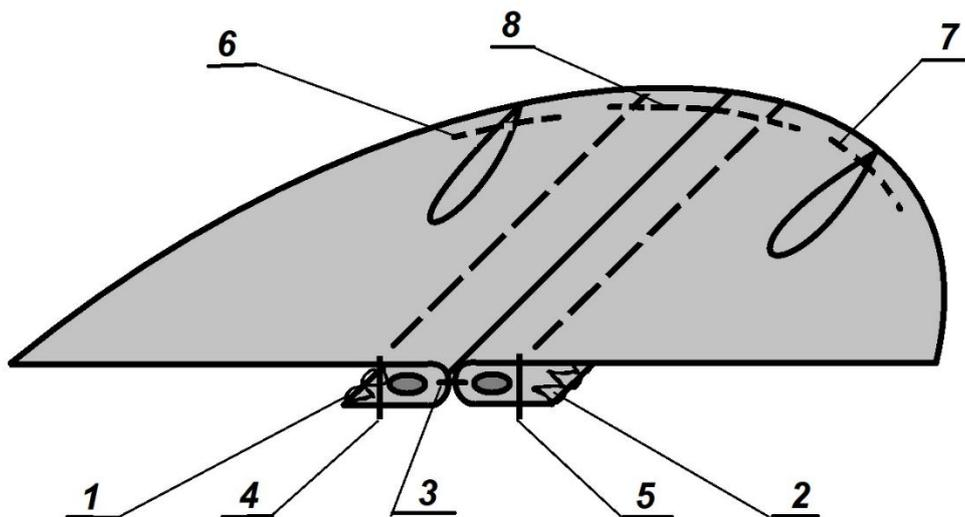

Рисунок 2 – Схема обработки верхнего шва рукава с кулиской в шве
2) При пошиве можете воспользоваться рекомендованной технологической последовательностью изготовления, приведенной ниже (стр. 7), а также схемой обработки (стр. 8, рис. 2), или применить свой метод изготовления, не ухудшающий качество и полностью соответствующий заданному внешнему виду фрагмента модели женского платья.
7. Обметать верхние срезы рукава (рис. 2, стр. 1 и 2)
8. Стачать средние срезы рукава, ш. шва 1,5 см (рис. 2, стр. 3)
9. Расстрочить верхние швы рукава, ш. шва 1,0 см (рис. 2, стр. 4 и 5)
10. Заложить мягкие складки по срезу оката, совмещая надсечки и закрепить строчкой вдоль среза на расстоянии 0,5-0,9 см (рис. 2, стр. 6 и 7)
15. Закрепить концы бейки вдоль оката строчкой (рис. 2, стр. 8)